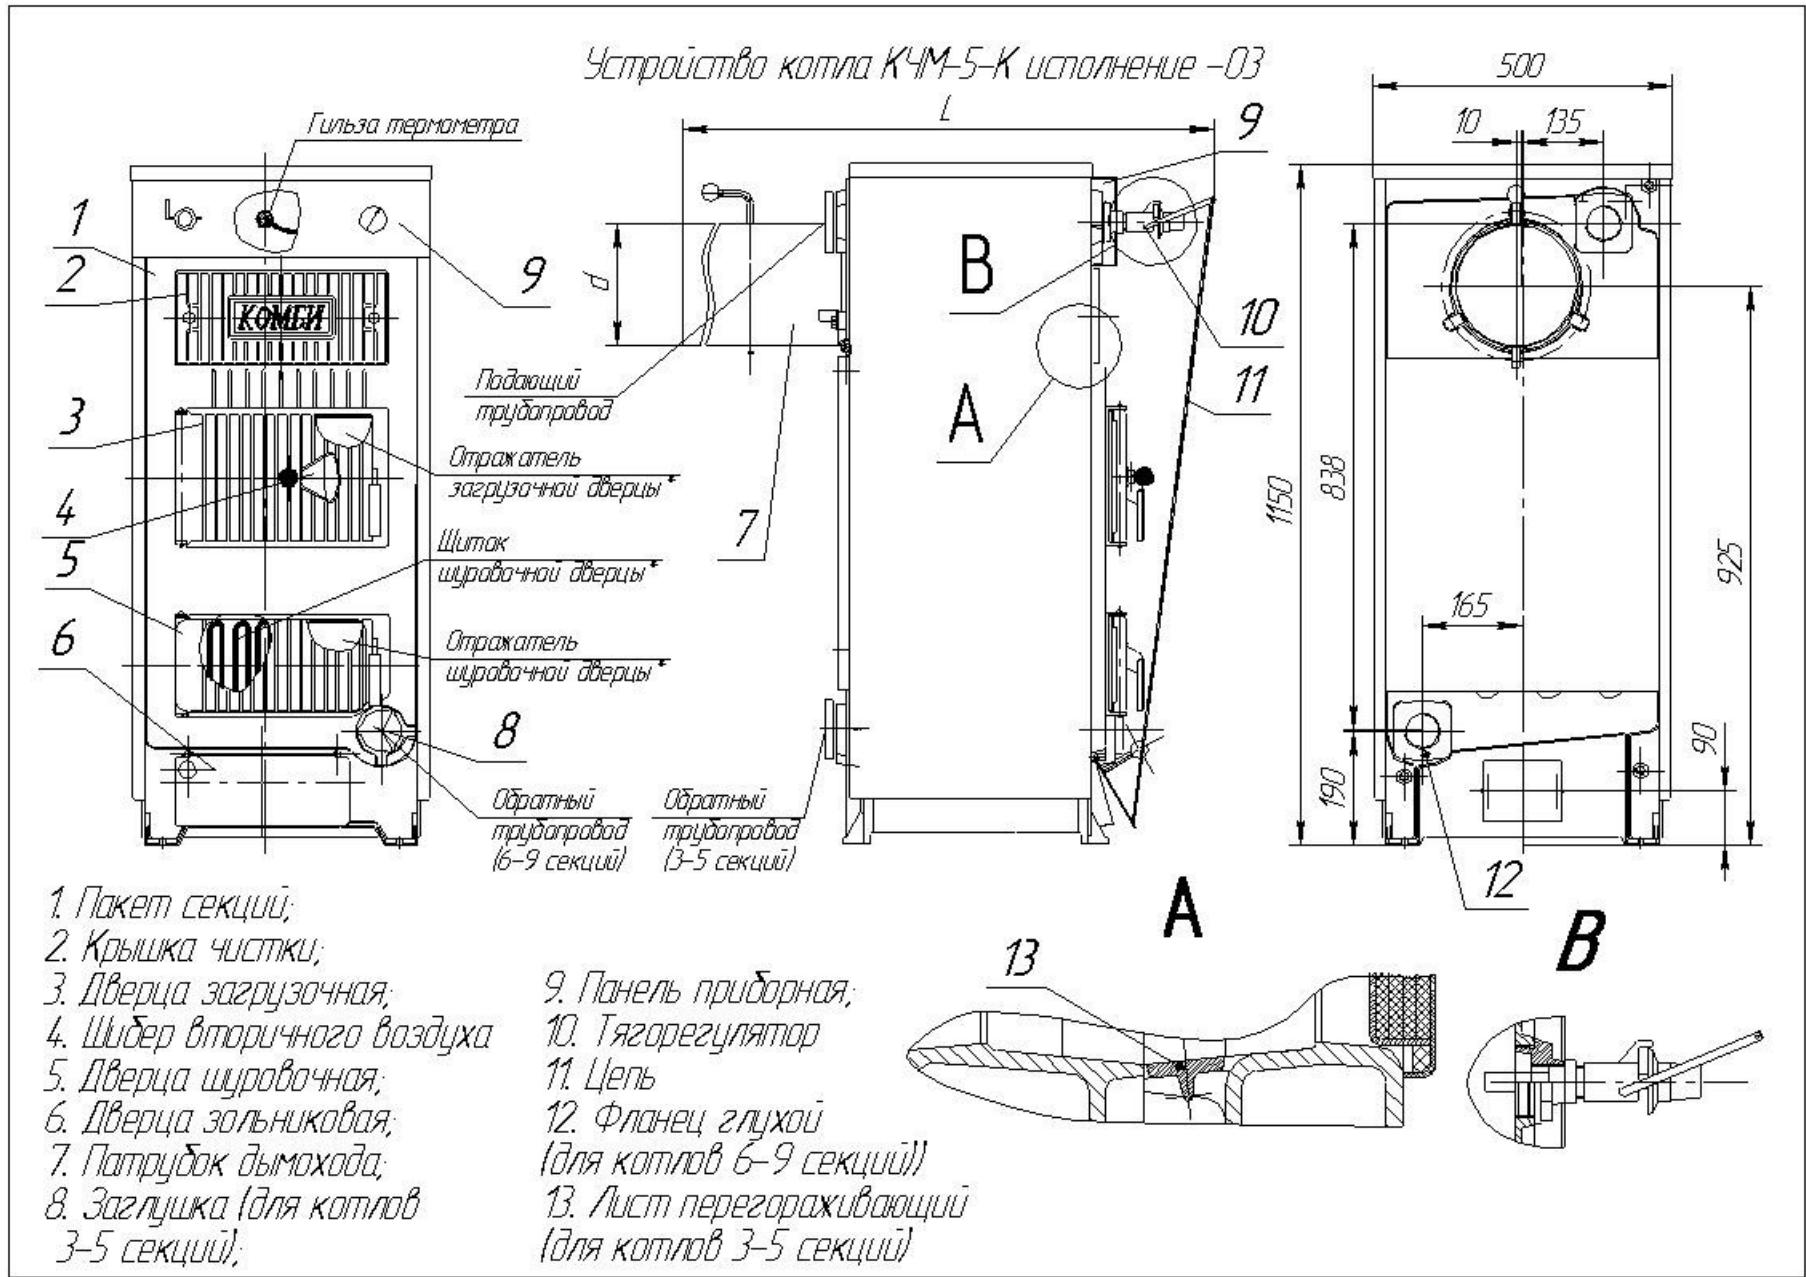

Рис. 3.1
– М - модернизированные котлы в отличии от обычного исполнения (см. рис. 3.1 и 3.1а) имеют:
- ***увеличенную загрузочную дверцу (см. рис. 3.1а);***
- ***М - общую (см. рис. 3.1а) или М1 - раздельную (см. рис. 3.1) шуровочную и зольниковую дверцы.***
3.1 Устройство котла для сжигания твёрдого топлива приведено на рис.3.1; 3.1а и 3.2.
Рис. 3.1а